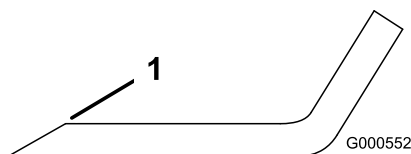

Figure 59
1. Au moyen d'une lime, aiguïsez les tranchants aux deux extrémités de la lame (Figure 59).
Remarque: Si la lame est déséquilibrée, limez un peu l'extrémité de l'ailette seulement (Figure 59).